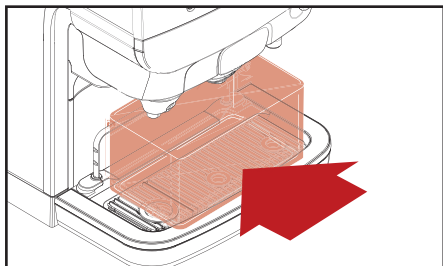

Fig. 5.7 - Plaats opvangbak
8. Plaats de opvangbak (fig. 5.7) onder de uitgiftepunten en druk op om het spoelen te starten.
8. Plaats de opvangbak (fig. 5.7) onder de uitgiftepunten en druk op ◀ om het spoelen te starten.